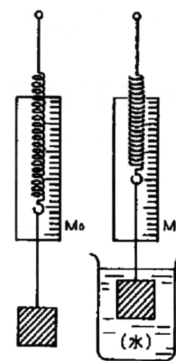

図6 比重の測定
- 1) 3種のばねの内1本を選びます。比重を測ろうとする物体をばねに吊り下げて目盛りとkの値から質量 M_0 を測ります(図6)。